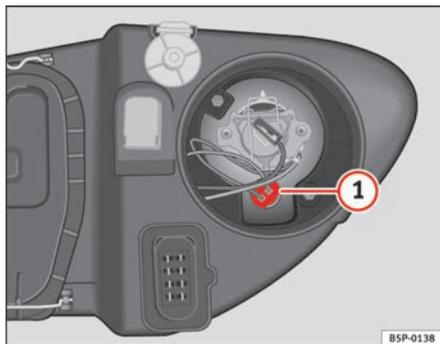

Fig. 184 Luz de presença
- Extrair o porta-lâmpadas ⇒ fig. 184 **1** para fora.